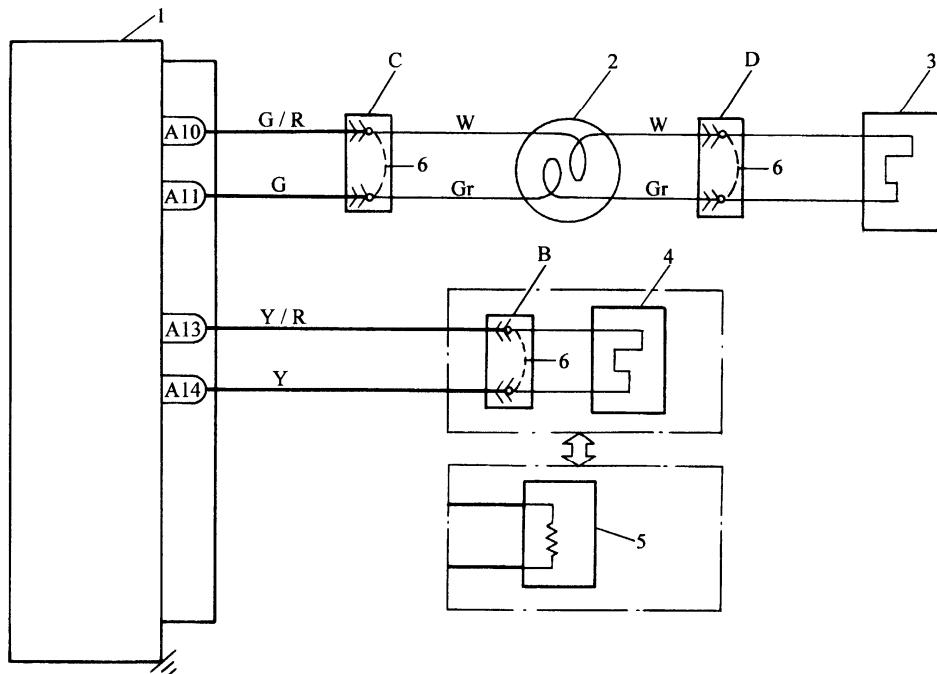
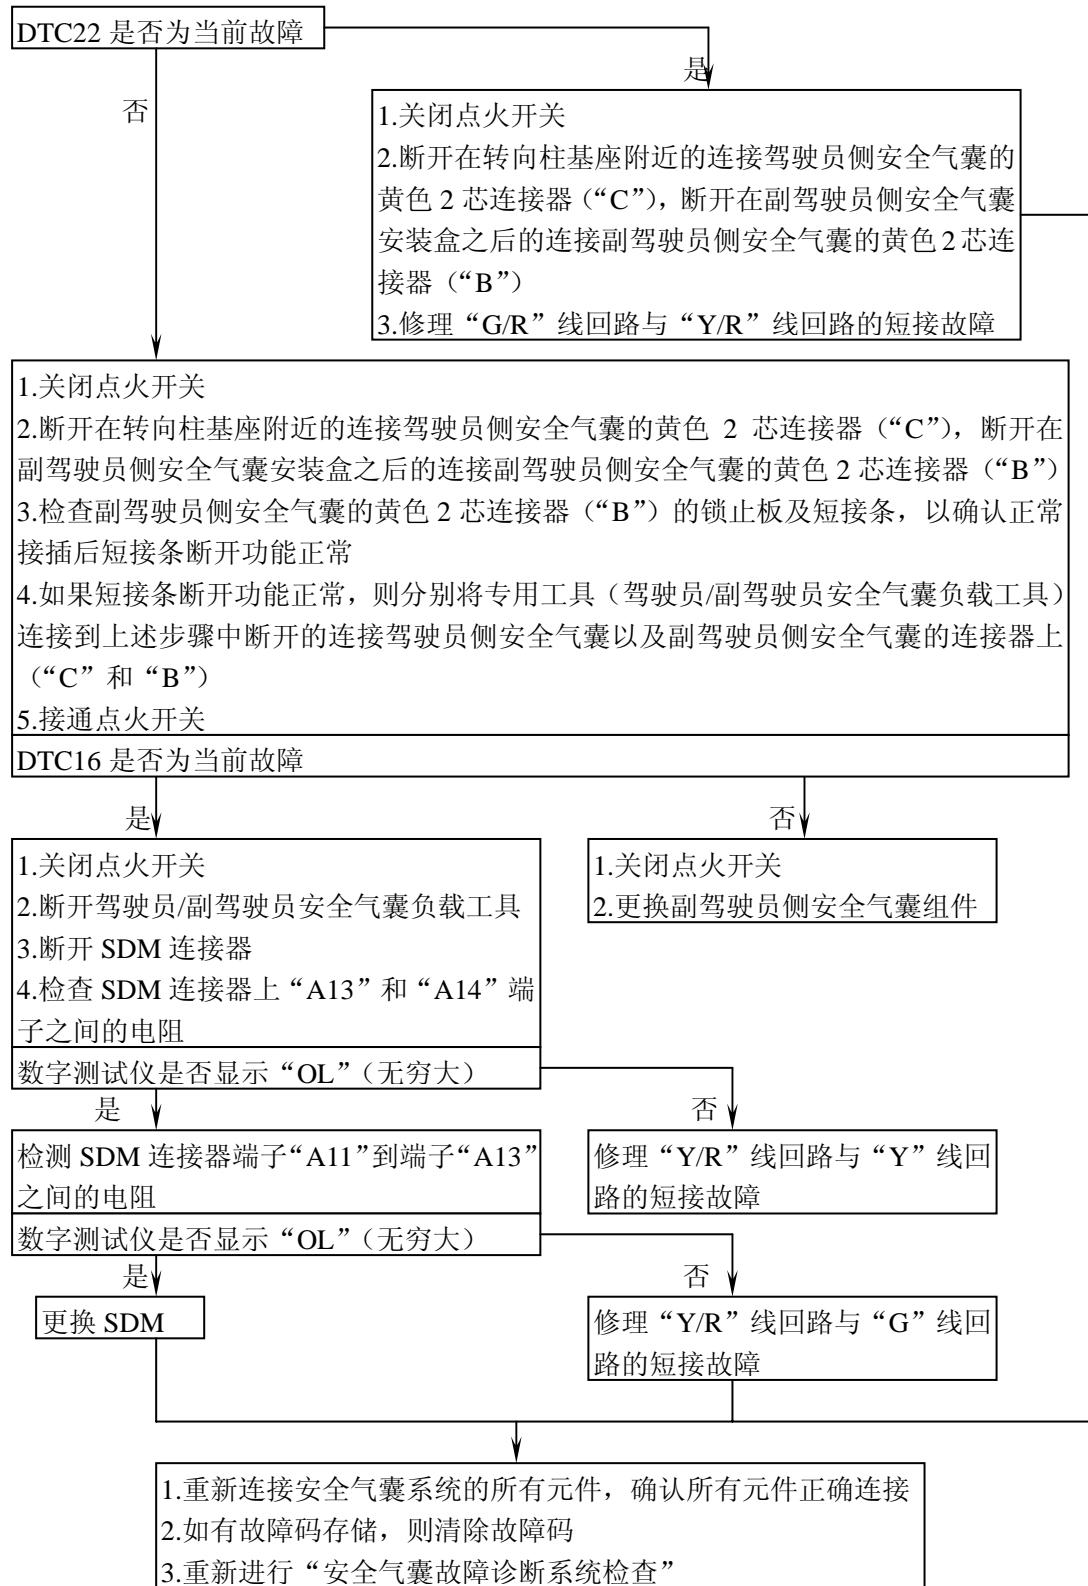
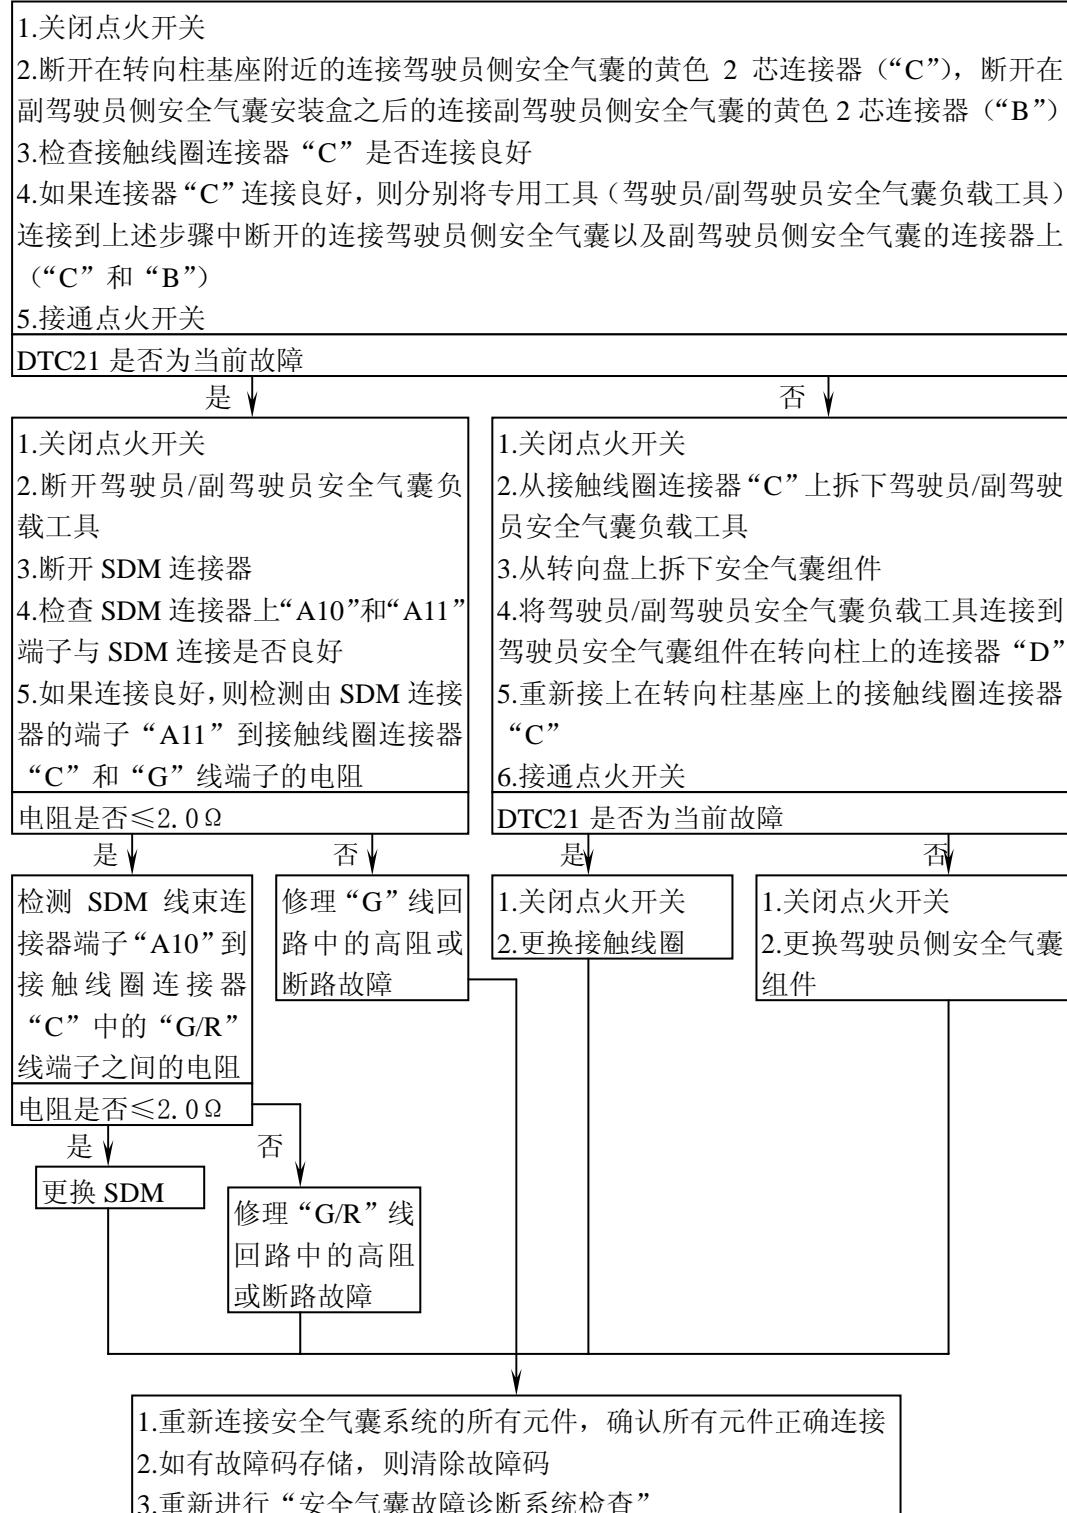
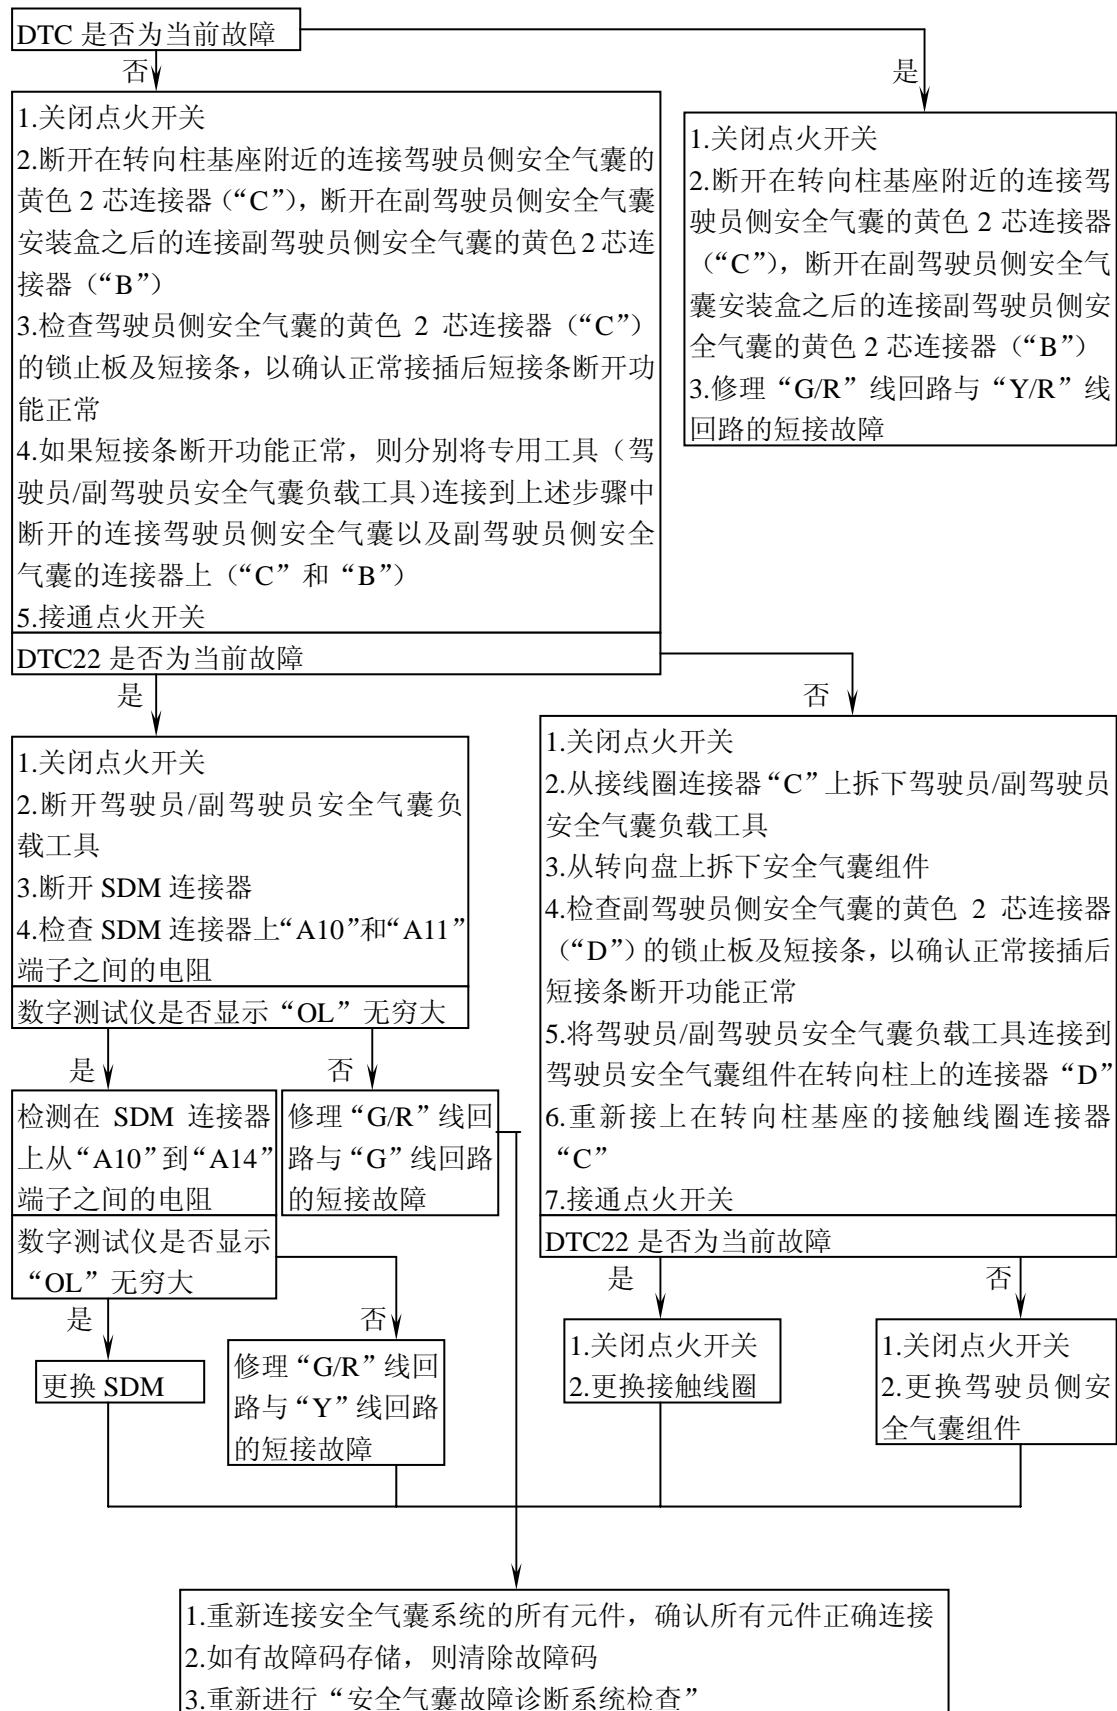

图 10-17 安全气囊控制电路
图 10-19 副驾驶员侧触发回路电阻过低的检查
图 10-20 驾驶员侧触发回路电阻过高的检查
图 10-21 驾驶员侧触发回路电阻过低的检查
(1) 安全气囊控制电路见图 10-17。
控制电路见图 10-17, 检查程序见图 10-19。
控制电路图见图 10-17, 检查程序见图 10-20。
控制电路图见图 10-17, 检查程序见图 10-21。